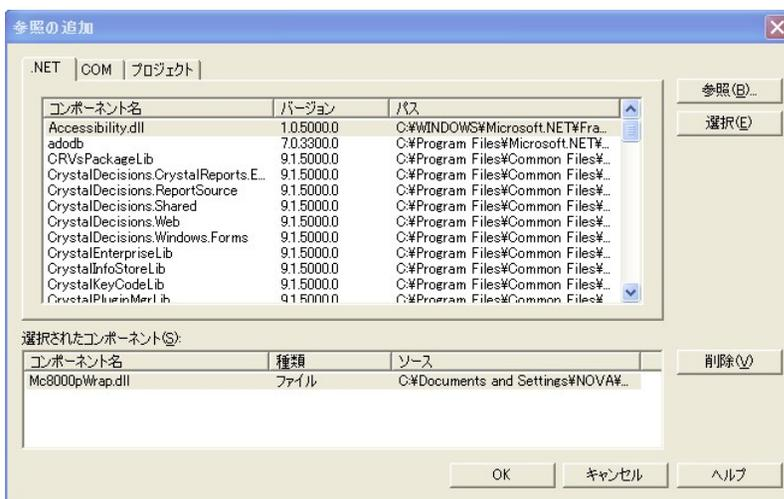

図 3.3-5 C#.NET2003 参照の追加
- ① ¥LIB¥Csharpフォルダに入っているファイルMc8000pWrap.dllを開発するアプリケーションのフォルダにコピーしてください。
- ② C#.NET2003の場合は[プロジェクト]-[参照の追加]で、Mc8000pWrap.dllへの参照を追加してください。（「図3.3-5 C#.NET2003 参照の追加」を参照。）